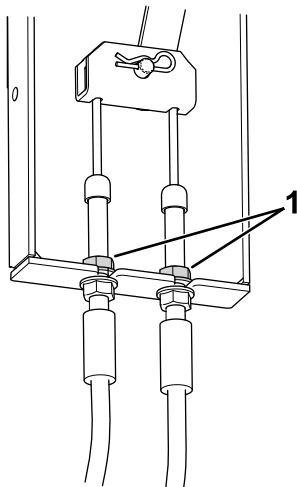

Figura 76
3. Individuate il supporto del cavo del freno (Figura 76), sotto il lato sinistro della macchina in prossimità della ruota sinistra.